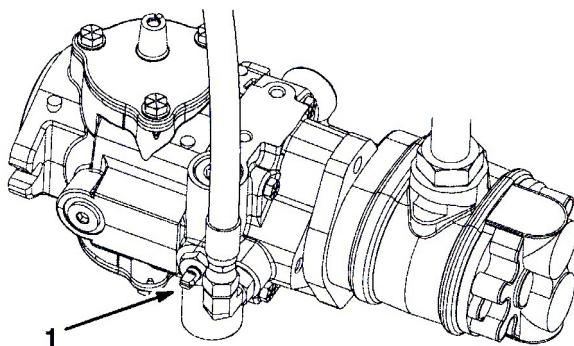

図 41
1. 油圧ポンプについているバイパスバルブ（図41）の溝が「縦」になるようにバルブを回転させる。
2. エンジンを始動する時には、必ずバイパスバルブ（図41）を閉じる（溝が横向きになる）。バルブを開けたままでエンジンを掛けないこと。